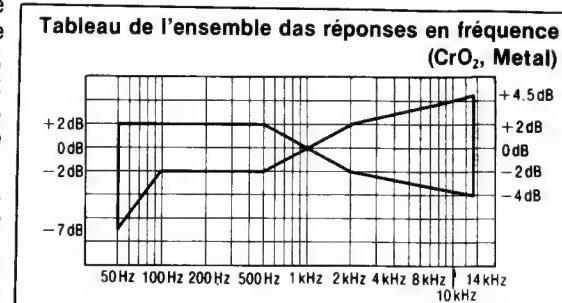

Fig. 14
- Enlever la bande étalon vierge normale et placer la bande étalon QZZCRX (bande CrO₂). Enregistrer les signaux de 50Hz, 100Hz, 200Hz, 500Hz, 1kHz, 4kHz, 8kHz, 10kHz, 12,5kHz et 14kHz. Reproduire ensuite ces signaux et vérifier si la courbe est comprise dans les limites indiquées par le tableau de réponse de fréquence globale pour les bandes CrO₂ (Fig. 14).
- Placer l'UNITE en mode de bande métallique, changer la bande étalon pour la bande étalon vierge QZZCRZ (bande métallique), et enregistrer les signaux de 50Hz, 100Hz, 200Hz, 500Hz, 1kHz, 4kHz, 8kHz, 10kHz, 12,5kHz et 14kHz. Ensuite, lire les signaux et vérifier si la courbe se trouve entre les limites indiquées dans le tableau de réponse en fréquence globale pour les rubans CrO₂ (Fig. 14).